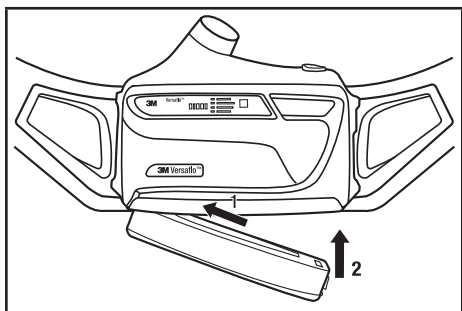

Fig. 10 – Instalando a bateria
Para instalar uma bateria carregada, segure a unidade de forma a que o filtro fique de frente para você (Fig. 10).
- Ligue a extremidade da bateria no seu suporte na parte inferior da unidade. (Fig. 10, passo 1).
- Empurre o lado da trava da bateria para dentro do motor/ventilador até que a trava engate com um estalo (Fig. 10, passo 2).